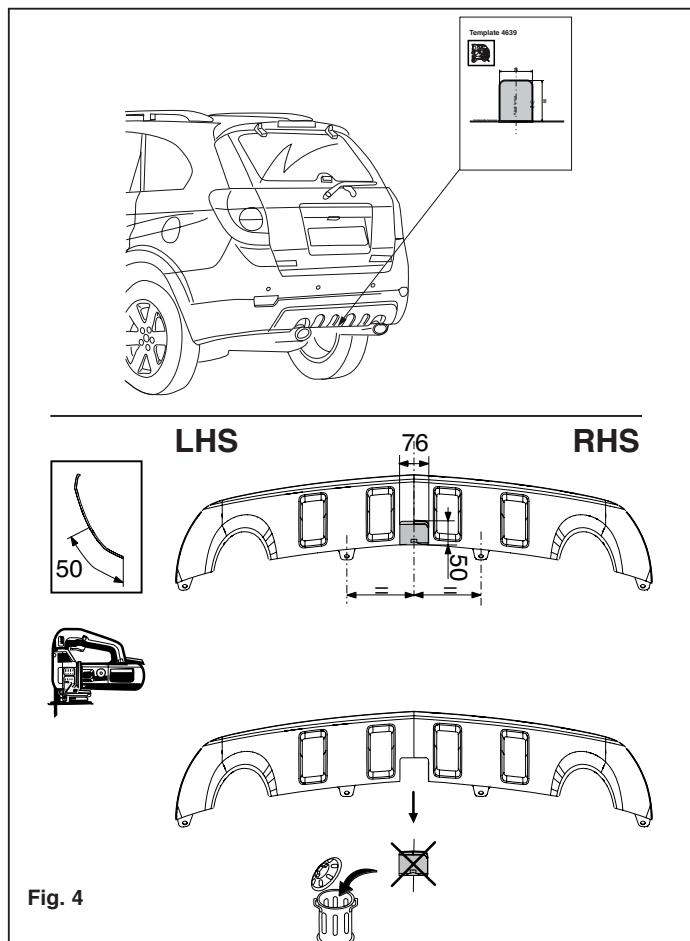

Fig. 4
5. Use the template to saw out the indicated section from the bumper. (place the template on the outside of the bumper) See figure 4.
- gabarit sur le côté extérieur du pare-chocs). Voir la figure 4.
5. Den Angriffspunkt Tell Hifte der Schablone aus der Stoßstange rechte Abbildung 4.
- Den Angriffspunkt Tell Hifte der Schablone aus der Stoßstange rechte Abbildung 4.
4. Die Hinterungen Al anlegen und bei den Punkten B befestigen. Alle Schrauben müssen C links und rechts bei den Punkten D, E und F halb- abgebaut werden. Siehe Abbildung 4.